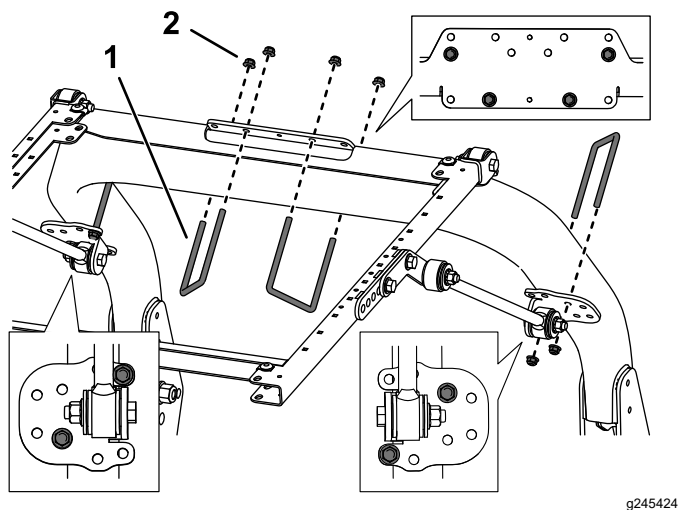

Bild 39
8. Befestigen Sie jede Strebenhalterung lose mit einem U-Bügel ($3\frac{1}{2}$ " x 5") und zwei Bundmutter in den in Bild 39 abgebildeten Befestigungslöchern an den Streben des Überrollbügels.